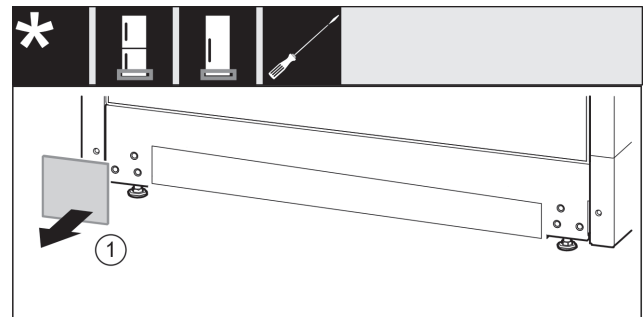

Fig. 13
- ▶ Abdeckung Fig. 13 (1) abnehmen.